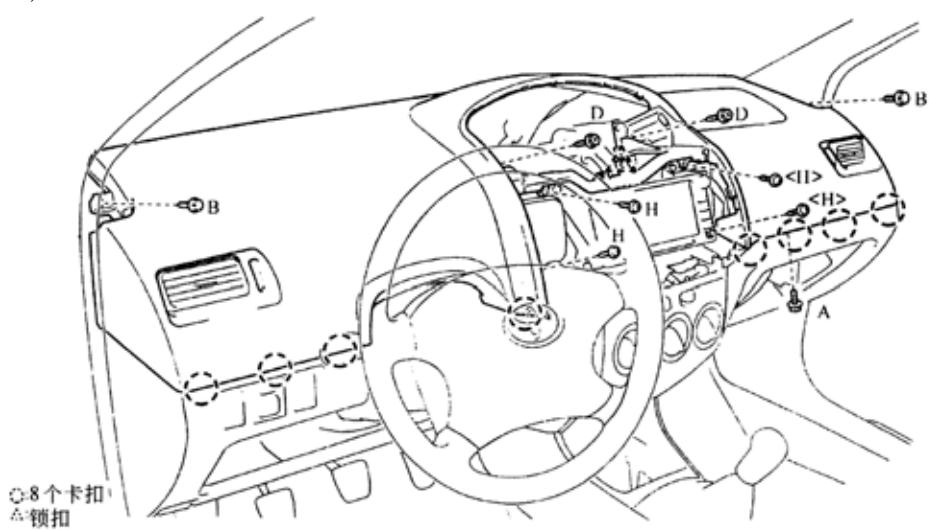

图 9-118
9)拆下仪表板总成，如图 9-118 所示。
- 1)安装仪表板总成。有乘客安全气囊总成: 用扭力扳手, 安装螺栓(A)(见图 9-118), 拧紧力矩: $20N \cdot m$ 。